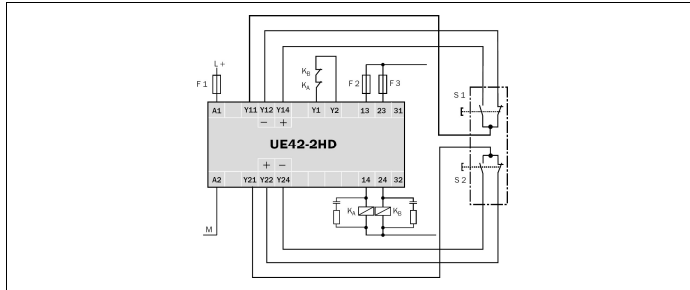

Abb. 2: Zweihandschaltung, zweikanaliger Ausgangskreis und Schutzkontrolle (siehe technische Daten)
- Um das Verschweißen der Kontakte der eingebauten Relais zu verhindern, ist eine Überstromschutzeinrichtung mit max. 6 A Kurzschlusschutz (Betriebsklasse gG) in die Freigabestrompfade einzubinden (siehe Abb. 2, Sicherung F2/F3).
Die potenzialfreien Schaltelemente des Zweihandgeräts sind zwischen Y11, Y12 und Y14 bzw. zwischen Y21, Y22 und Y24 anzuschließen. Die Öffnerkontakte des Zweihandgeräts sind an Y12 bzw. Y22 und an die Schließerkontakte Y14 bzw. Y24 anzuschließen (siehe Abb. 2).